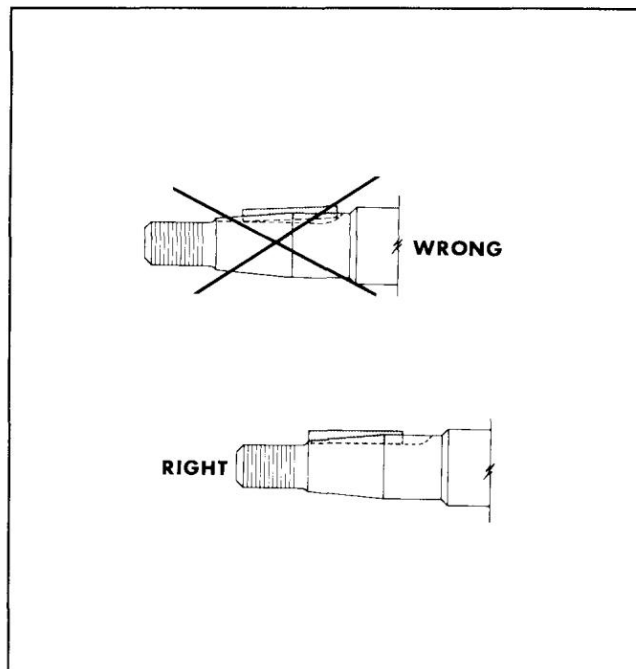

Figure 12-43. Installation d'une clé de volant carrée.
1. Positionnez correctement la clé dans la rainure de clavette comme indiqué sur la Figure 12-43 et guidez soigneusement la fente de clé dans le moyeu du volant sur la clé lors de l'installation pour éviter de pousser la clé vers l'intérieur.